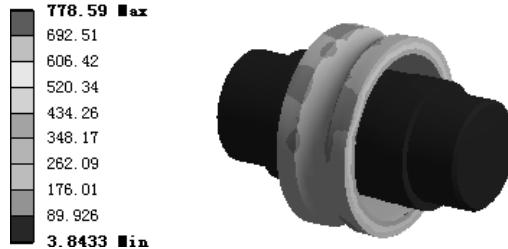

图 7.6.36 总应力结果图解
(1) 求解分析。在顶部工具栏中单击 **Solve** 按钮求解分析。
(2) 查看应力结果图解, 在“Outline”窗口中选中 Equivalent Stress, 查看图 7.6.36 所示的总应力结果, 其最小应力为 3.8433 MPa, 最大应力为 778.59 MPa。